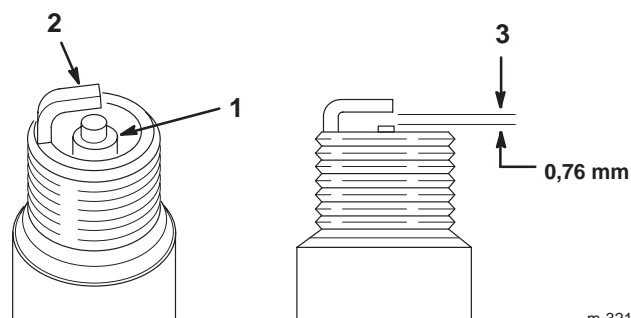

Figure 53
1. Inspectez le centre des bougies (Fig. 53).
2. Contrôlez l'écartement entre les électrodes centrale et latérale (Fig. 53) et pliez l'électrode latérale si l'écartement est incorrect.